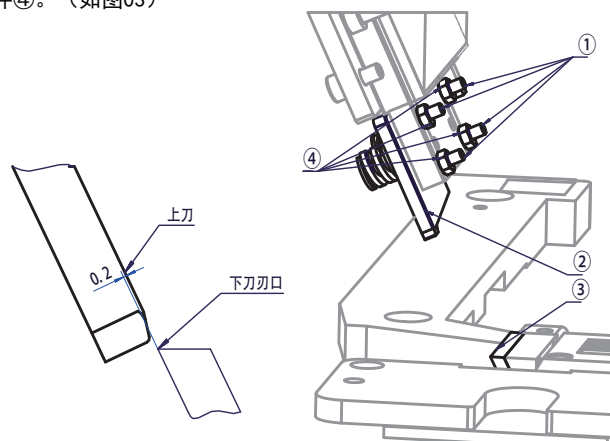

图03
3. 锁紧刀组后调整件①螺钉, 保证件②与件③切合时, 过盈约为0.2mm, 锁紧件④。(如图03)